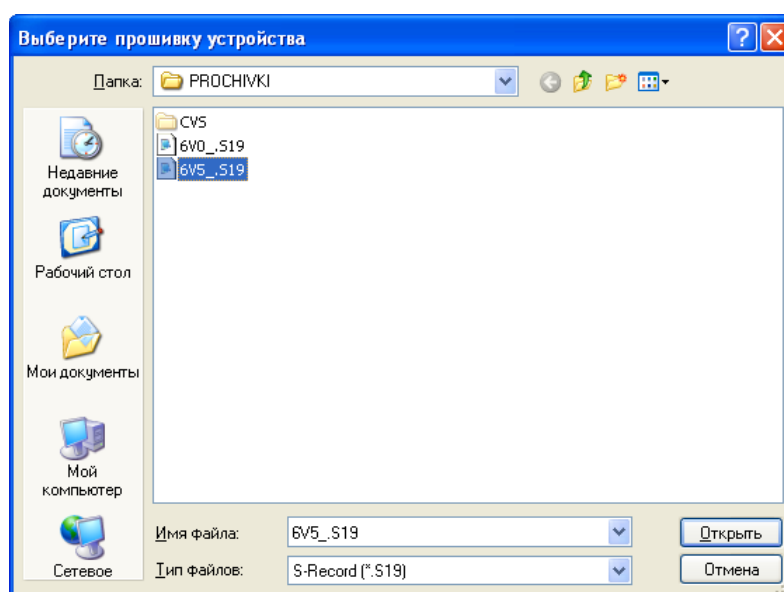

Рисунок 15 - Выбор файла "прошивки"
8. В открывшемся окне выбрать файл программы «прошивки» с расширением S19, которую требуется записать в БЭВС, и нажать кнопку «Открыть» (рисунок 15).